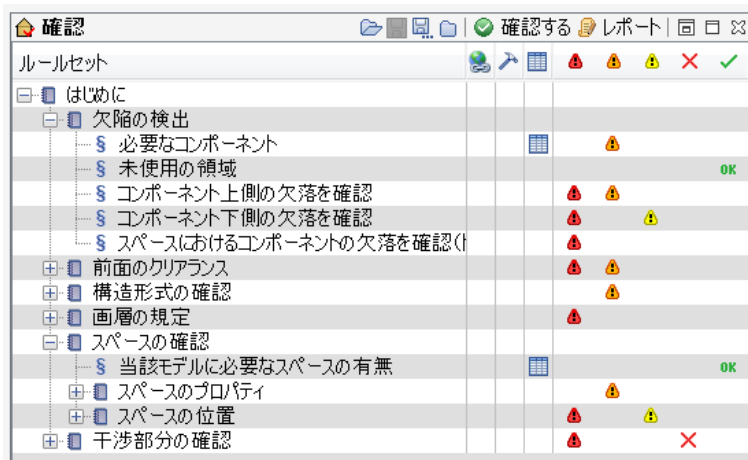

図35 チェックの一覧
- 2) モデルの確認が始まり、確認の結果内容が一覧に表示されます。(図35を参照)
4) モデルの確認が済むと一覧に各ルールの判定が表示されます。(図35を参照)